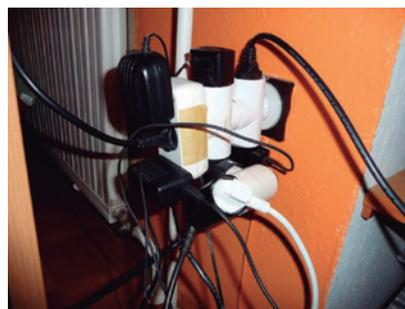

Figura 6. Tomada eléctrica sobreutilizada
- **Sobreutilização das tomadas**, com *excesso de equipamentos a elas ligadas (sobreaquecimento)* – ver Figura 6.